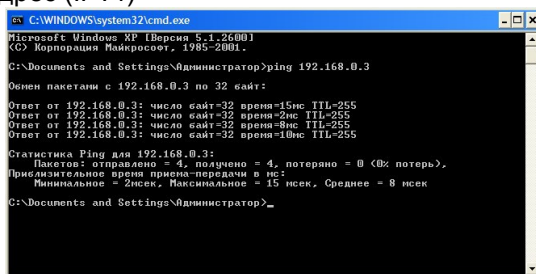

Рисунок 7: Проверка связи Wi-Fi с Адаптером
9. После удачного подключения проверьте связь между ПК и Адаптером. Для этого в окне консоли выполните команду ping с IP адресом, который указан на главной странице. В данном случае это 192.168.0.3. (см. Рисунок 7) (Перейти в пункт меню "Пуск\Выполнить", введите cmd и нажмите клавишу Ввод. В открывшемся окне наберите ping 192.168.0.3 и нажмите Ввод).